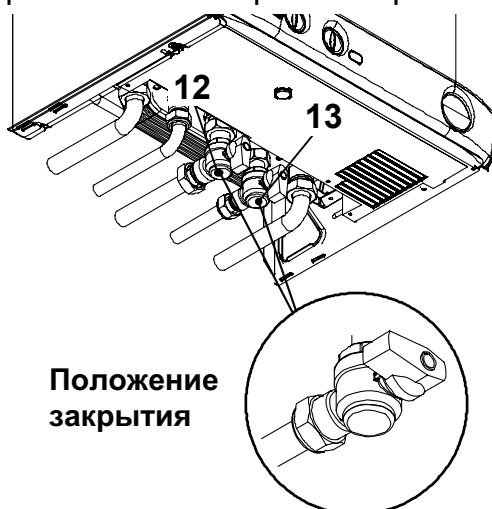

рис. 6.2
- Закройте газовый кран 12 в рис. 6.2 .